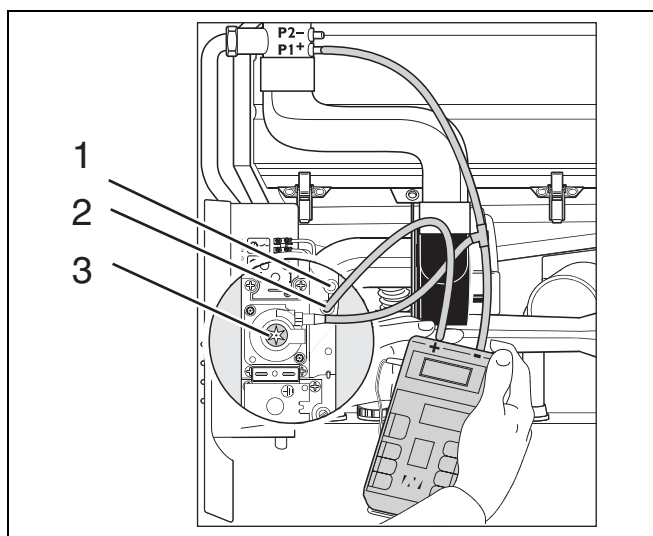
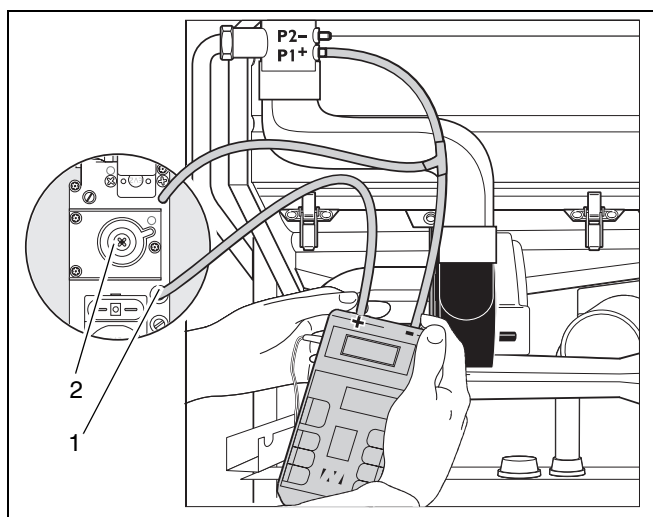

Fig. 28 Controlul și reglarea raportului dintre gaz și aer (armătură Honeywell)
Fig. 29 Controlarea și reglarea raportului dintre gaz și aer (armătură SIT)
- Furtunul inferior se scoate din duza de gaz/aer și se montează la mijloc furtunul în T (fig. 28 sau fig. 29).
- Se slăbesc cu două turații șuruburile niplului de măsurare pentru presiunea arzătorului la armătura Honeywell (fig. 28, poz. 2), iar la armătura SIT (fig. 29, poz. 1) se scot cu totul.
- Se slăbesc cu două turații șuruburile niplului de măsurare pentru presiunea arzătorului (fig. 28, poz. 1), iar la armătura SIT (fig. 29, poz. 1) se scot cu totul.
- Racordul pozitiv al manometrului se conectează la un furtun la niplul de măsurare a presiunii arzătorului (fig. 28, poz. 2 sau fig. 29, poz. 1).
- La deviere, raportul dintre gaz și aer se restabilește la șuruburile de reglare (fig. 28, poz. 3 sau fig. 29, poz. 2).
Dacă la sarcină parțială, valoarea indicată este prea mare sau prea mică, raportul gaz - aer se reglează prin șurubul de poziție al armăturii arzătorului de gaz (fig. 28, poz. 3 sau fig. 29, poz. 2).